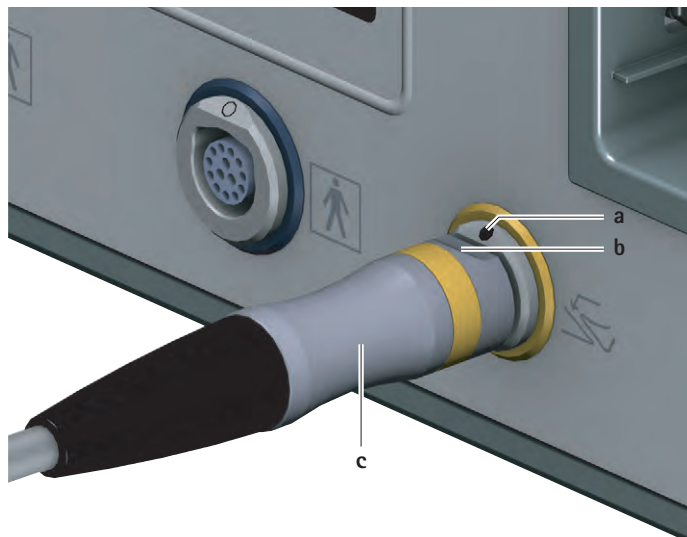

Fig. 2 Anslut fotstyrning
- ▶ Rikta fotstyrningens kontaktstycke c så att markeringen b på kontaktstycket stämmer överens med markeringen a på fotstyrningens 6 anslutningsuttag, se Fig. 2.
- Dra ut kontakten för fotstyrningen **c** från anslutningsuttaget för fotstyrningen **6**, se Fig. 2.